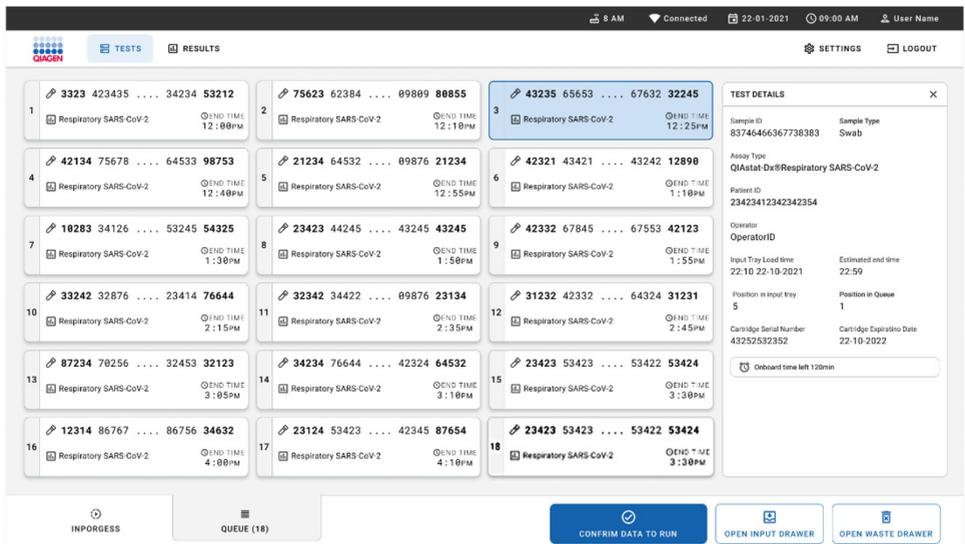

Figura 31. Tela Sample queue (Fila de amostras) com o ensaio selecionado exibindo informações adicionais.
Caso selecione um teste na tela sensível ao toque, serão exibidas informações adicionais na seção TEST DETAILS (Detalhes do teste) da tela (Figura 31).
- Pressione o botão **CONFIRM DATA TO RUN** (Confirmar dados para executar) na parte inferior da tela quando todos os dados exibidos estiverem corretos (Figura 31). Após isso, é necessária uma confirmação final do operador para executar os testes.